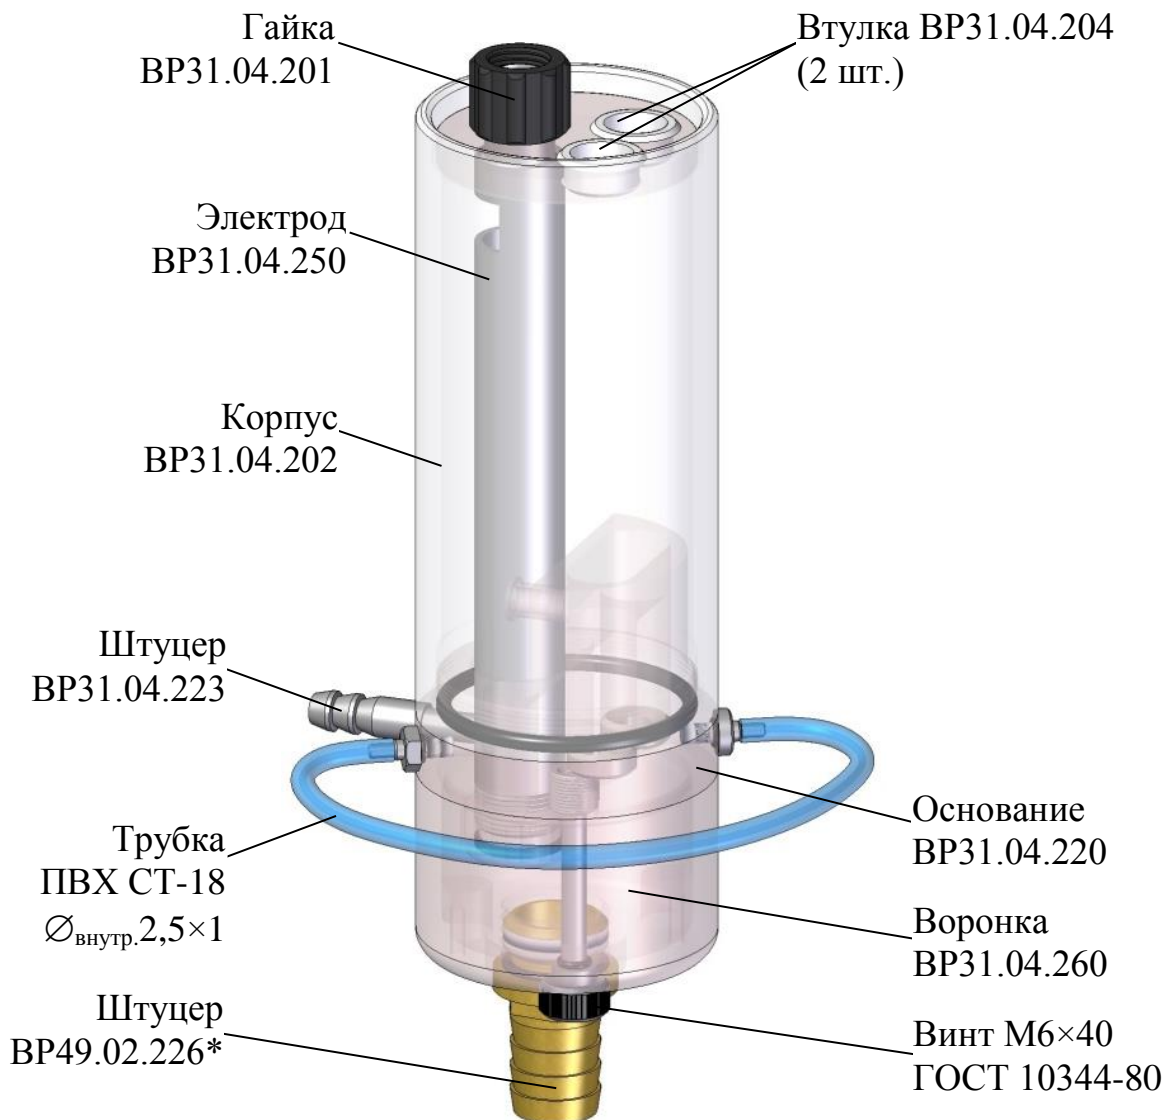
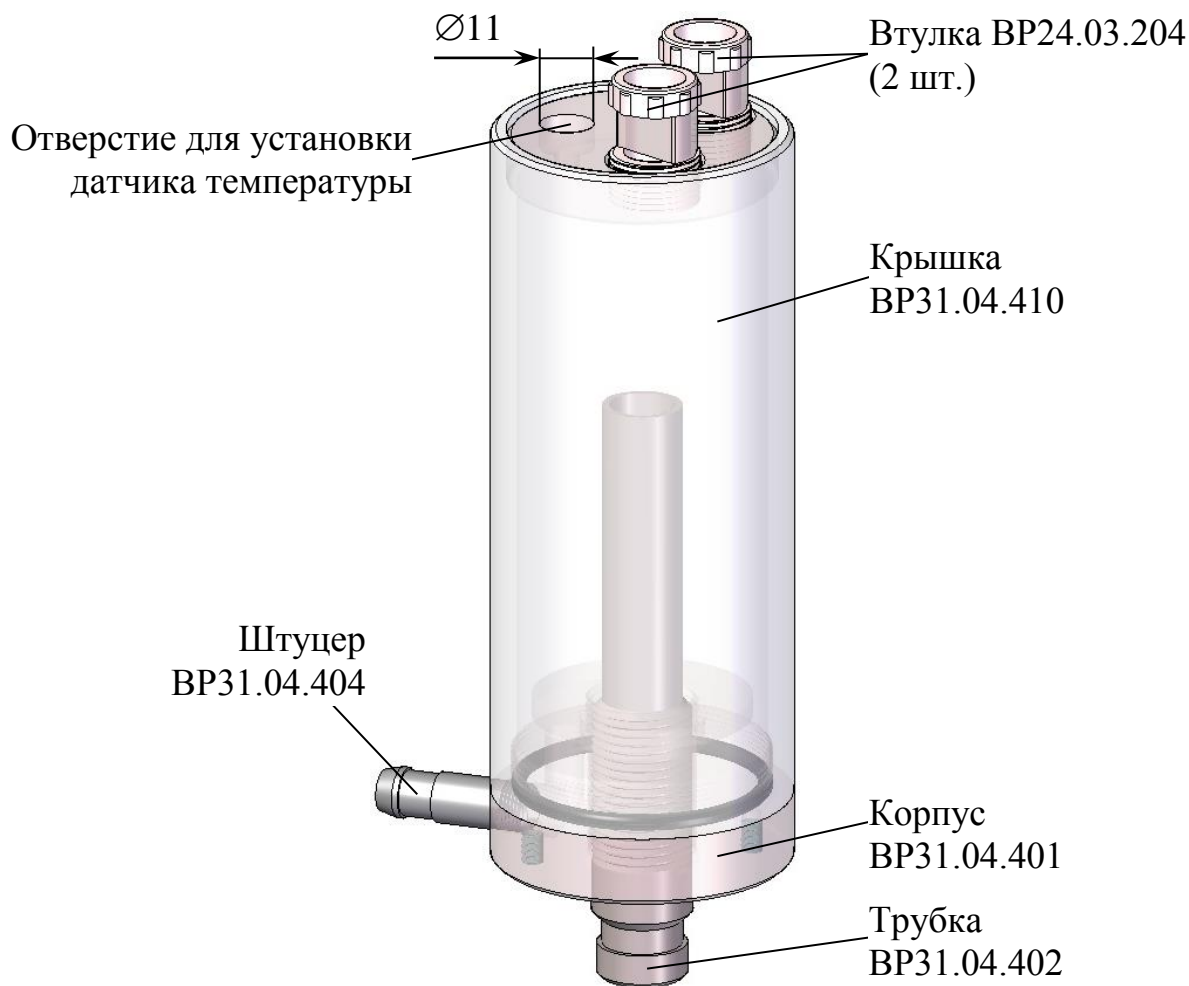

Рисунок 2.2 – Ячейка проточная ВР31.04.200
Рисунок 2.3 – Ячейка проточная ВР31.04.400
* – Ячейка проточная ВР31.04.200 (рисунок 2.2) либо ячейка проточная ВР31.04.400 (рисунок 2.3) в зависимости от исполнения гидропанели.
- а) для ГП-902 – в электрод ВР31.04.250 ячейки проточной ВР31.04.200 (рисунок 2.2);
- б) для ГП-902/1 – в отверстие $\varnothing 11$ мм ячейки проточной ВР31.04.400 (рисунок 2.3).
** – Ячейка проточная VR31.04.200 (рисунок 2.2) либо ячейка проточная VR31.04.400 (рисунок 2.3).